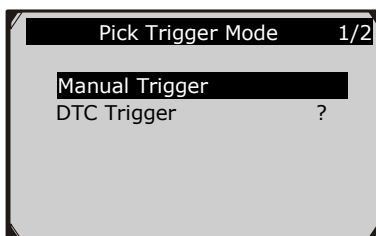

Figura 5.21
- 4) Utilice el botón de desplazamiento **ARRIBA / ABAJO** para seleccionar un modo de disparo y pulse el botón **OK**. (Figura 5.21)